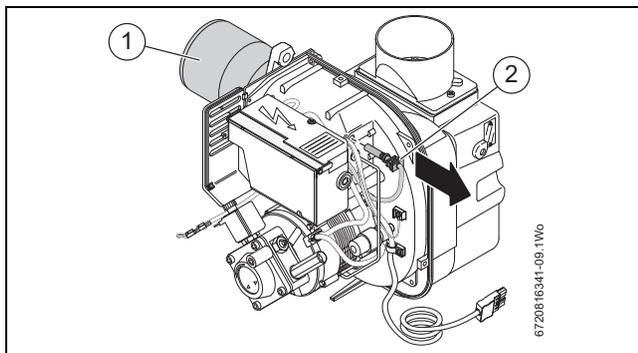

Fig. 76 Nettoyage de la photocellule
- Retirer la tête de combustion [1], figure 76 et éliminer les éventuels dépôts.